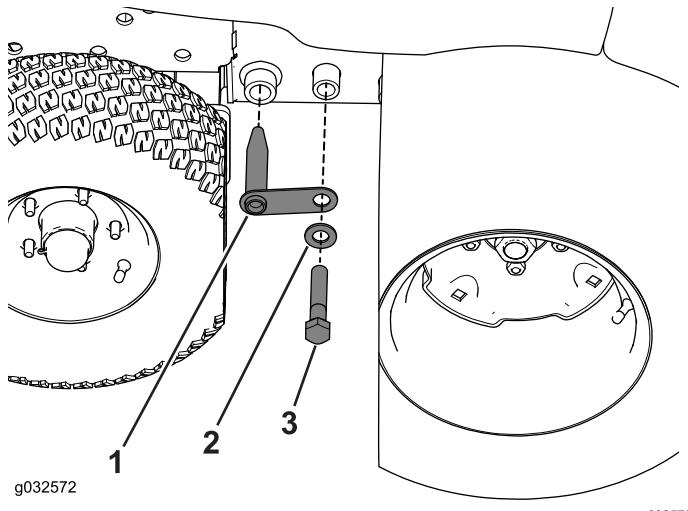

**Bild 116**
4. Entfernen Sie die Schrauben und Scheiben, die den hinteren Hüben am nächsten sind (Bild 116).